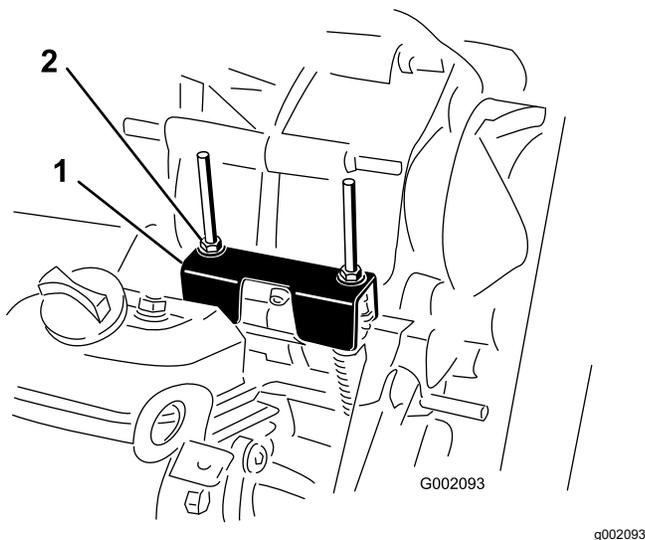

図 58
定期整備を行う時やエンジンの故障診断を行う時には、トランスアクスルをニュートラルにシフトしておく必要があります 図 58。トランスアクスルをニュートラル位置にするにはシフトレバーをニュートラル位置にします。以下の操作を行って、ニュートラルでシフトレバーが正常に機能することを確認してください
2. ニュートラルブラケットがニュートラル位置シフトブラケットの下にあるケーブル取り付けブラケットと面になっていることを確認する 図 58。
3. ロックナットのひとつ 図 58を回して、ナットワッシャの底面とニュートラルブラケットとの間のすきまが 0.76-1.52 mm になるように調整する。